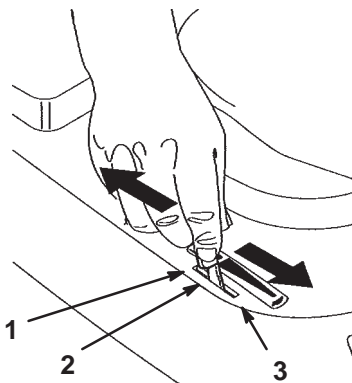

Bild 7
4. Stellen Sie den Gasbedienungshebel auf Choke (Bild 7).
6. Schieben Sie den Gasbedienungshebel, sobald der Motor angesprungen ist, langsam auf Schnell (Bild 7). Sollte der Motor stoppen oder stottern, schieben Sie den Gasbedienungshebel wieder für ein paar Sekunden auf die Choke-Stellung, schieben Sie den Gasbedienungshebel dann auf Schnell. Wiederholen Sie diesen Vorgang nach Bedarf.
1. Stellen Sie den Gasbedienungshebel auf Langsam (Bild 7).